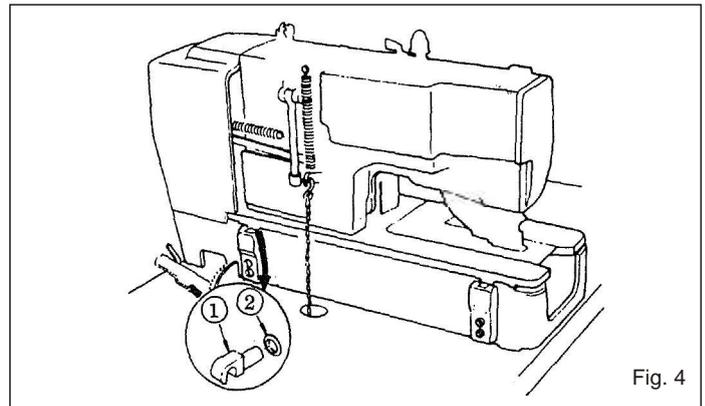

Fig. 4
2. AJUSTE DO PORTA CONE (Fig. 4)